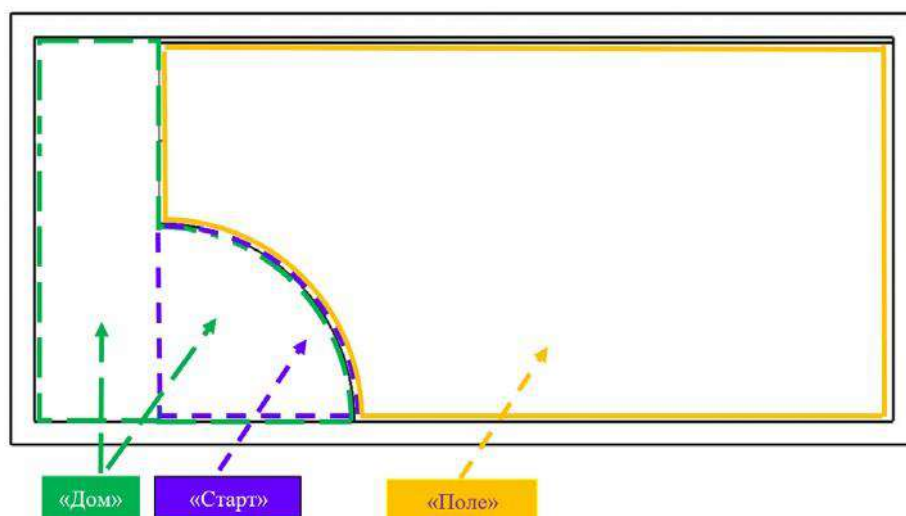

Рис. 2
2. Выбрав стратегию выполнения миссий, команда запускает робота из зоны «Старт» (рис. 2), после чего он перемещается по полю, стараясь выполнить миссии.
На соревновательном столе имеются визуально различимые 3 зоны (рис. 2):